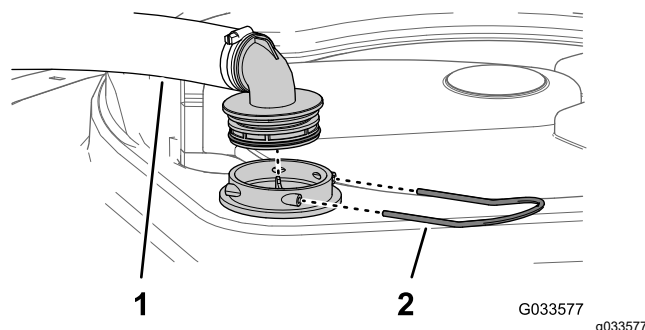

Figura 107
2. La partea de sus a rezervorului de pulverizare, îndepărtați opritorul care fixează racordul de furtun atașat la furtunul mare de la carcasa filtrului (Figura 107).
3. Îndepărtați furtunul i racordul pentru furtun de la carcasa filtrului (Figura 107).